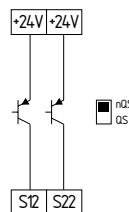

Fig. 13
**Comando de dois canais de um dispositivo de proteção de segurança eletrônico (baseado em microprocessadores) com saídas de semicondutores de comutação P (por exemplo, AOPD's) conforme IEC 61496 (ver Fig. 13)**